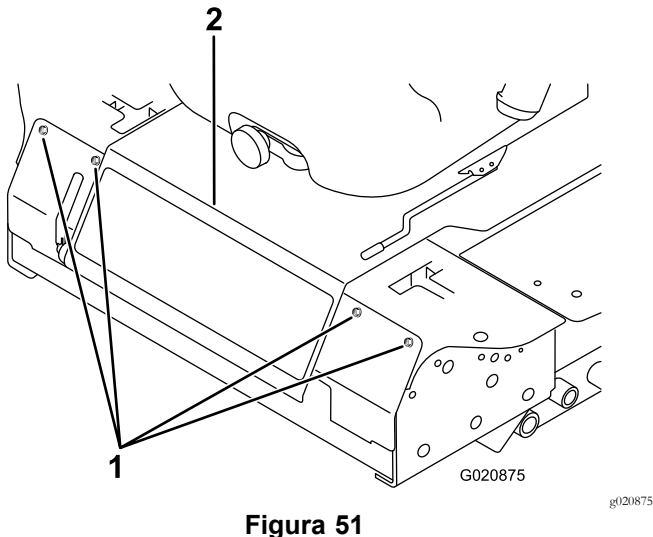

Figura 51
2. Afloje los pernos del panel delantero y retire el panel (Figura 51).